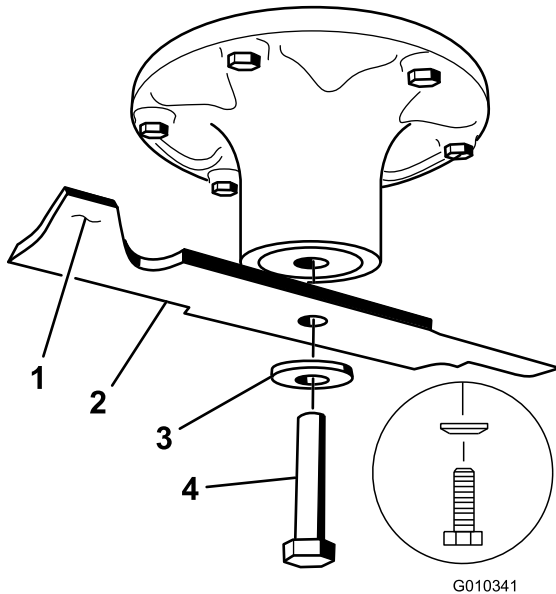

Figura 66
Sujete el extremo de la cuchilla usando un trapo o un guante grueso. Retire del eje el perno de la cuchilla, la arandela curva y la cuchilla (Figura 66).
puede utilizarse. Si la cuchilla no está equilibrada, rebaje algo el metal en la parte de la vela solamente (Figura 66). Repita este procedimiento hasta que la cuchilla esté equilibrada.
- Instale la cuchilla en el eje (Figura 66).
- Instale la arandela de muelle y el perno de la cuchilla. El cono de la arandela de muelle debe estar orientado hacia la cabeza del perno (Figura 66). Apriete el perno de la cuchilla a 135-150 Nm.